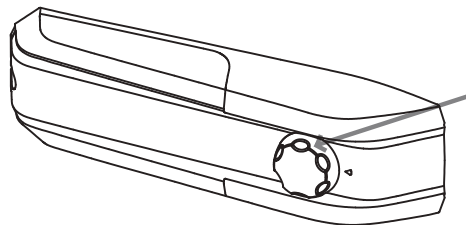

Fig. 1
- Il termostato di controllo dell'elettrodomestico è collocato all'interno del comparto frigo (Fig. 1). Ruotare la manopola del termostato oltre la posizione "0". La luce si accende quando si apre lo sportello del frigorifero. Ruotando la manopola fino a "0", il prodotto si spegne completamente.